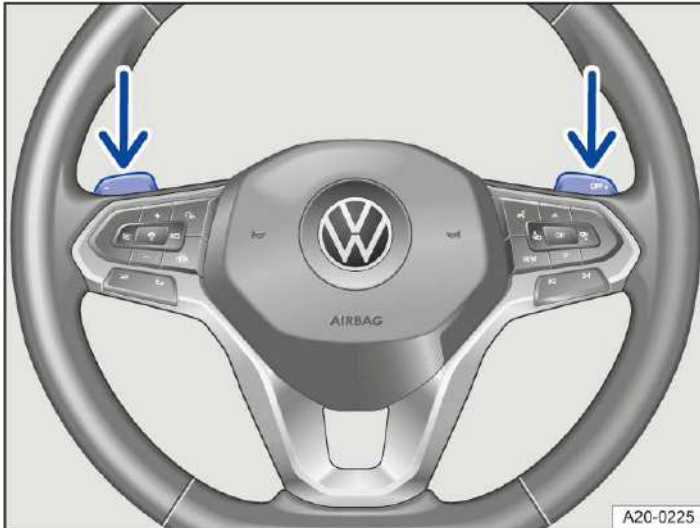

Abb. 1 Lenkrad mit Schaltwippen für die Tiptronic.
In das Tiptronic-Programm kann aus den Fahrstufen **D** und **S** heraus durch Ziehen einer Schaltwippe → Abb. 1 gewechselt werden.
- Um hochzuschalten, rechte Schaltwippe zum Lenkrad ziehen → *Abb. 1*.